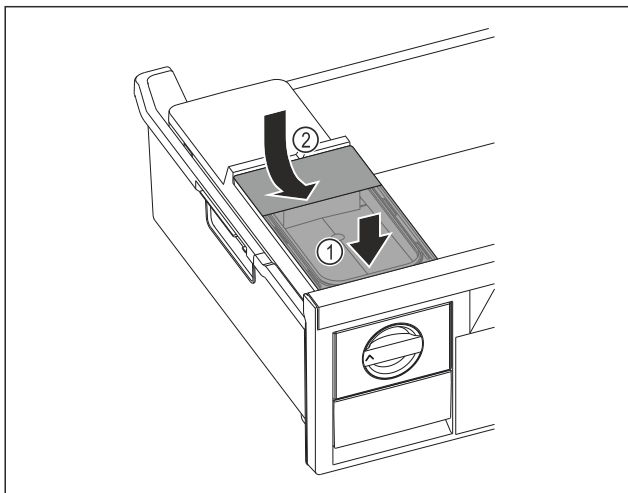

Fig. 71
- Nasadte vpředu nádržku na vodu. *Fig. 71 (1)*
- Spusťte nádržku na vodu vzadu dolů. *Fig. 71 (2)*